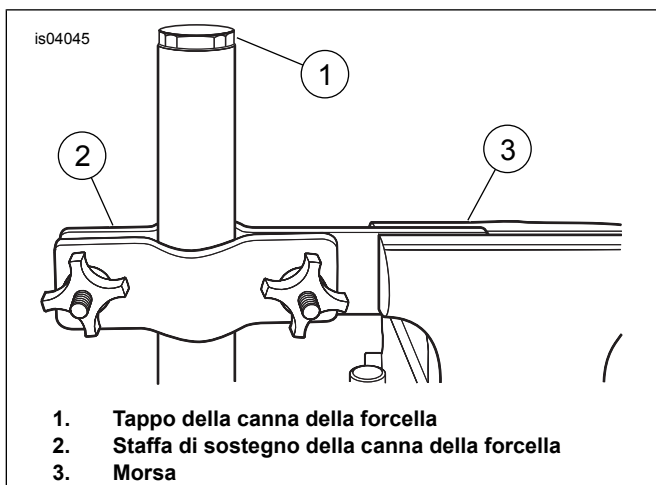

Figura 3. Inserimento della canna della forcella nella staffa di sostegno
1. Vedere Figura 3. Prendere la STAFFA DI SOSTEGNO DELLA CANNA DELLA FORCELLA (N° codice HD-41177) e procedere come segue.
3. Vedere Figura 3. Con attenzione, rimuovere il tappo della canna della forcella (1) e l'anello di tenuta O-ring dalla canna della forcella. Ricordarsi che il tappo della canna della forcella è sotto la pressione della molla, per cui è necessario tenerlo saldamente quando lo si gira in corrispondenza dell'ultima filettatura.